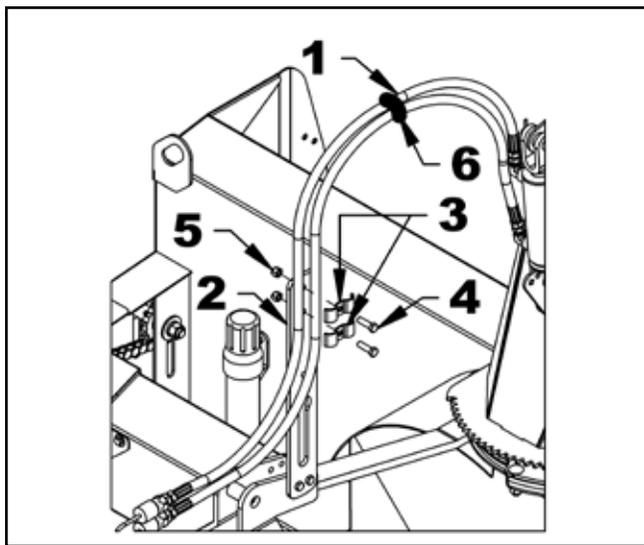

Figure 35. Fixer les tuyaux
7. Figure 35 : Faites passer les tuyaux (1) sur la souffleuse à neige avec un grand rayon de courbure, en évitant les bords tranchants et les points d'entretien de la souffleuse à neige. Fixez dans les deux trous supérieurs du support de tuyau (2) avec deux colliers de serrage (3), deux boulons 3/8 po NC x 1-1/4 po et des contre-écrous à insert nylon (4, 5). Ne serrez pas trop pour ne pas endommager les tuyaux.